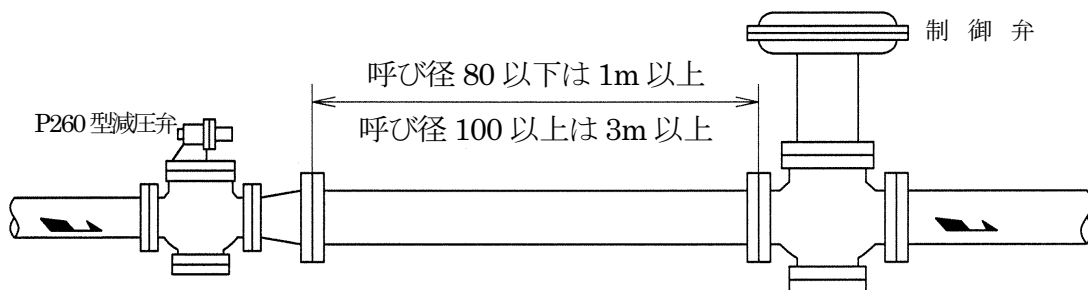

図 5 制御弁がある場合 (二次側)
3.6 減圧弁の二次側に制御弁を取付ける場合、減圧弁と制御弁の距離をできるだけ長く(呼び径 80 以下は 1m 以上、呼び径 100 以上は 3m 以上)とってください(図 5)。